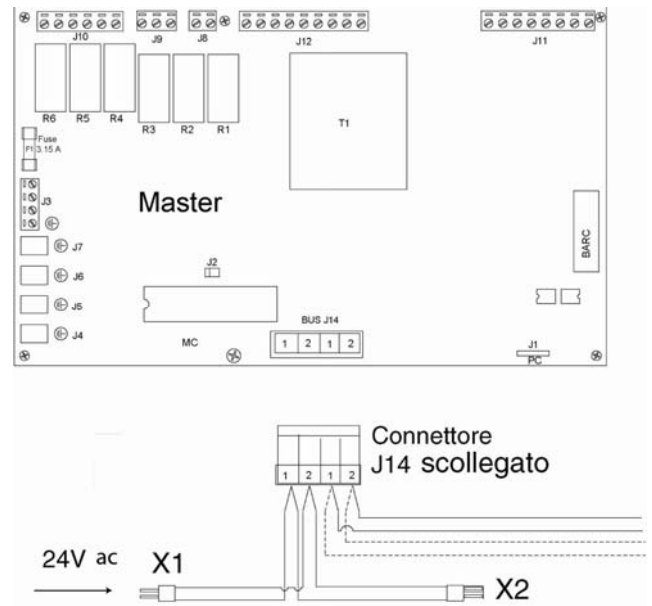

Figura 29
- d. Il terminale X1 o il terminale X2 che fanno parte del cablaggio del connettore J14 scollegato nel primo passo di questa procedura, deve essere collegato ad un'alimentazione di 24 V ac (vedi Figura 29).